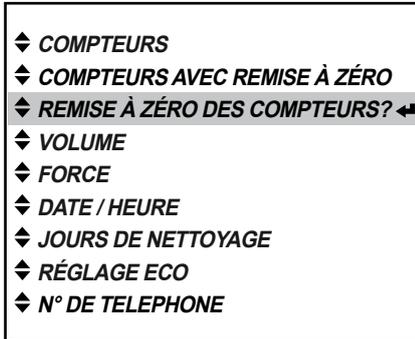

Fig. 34
- Activez le menu « REMISE À ZÉRO DES COMPTEURS ? » dans le mode responsable et appuyez sur la touche d'entrée ◀ pour l'afficher (fig. 34)